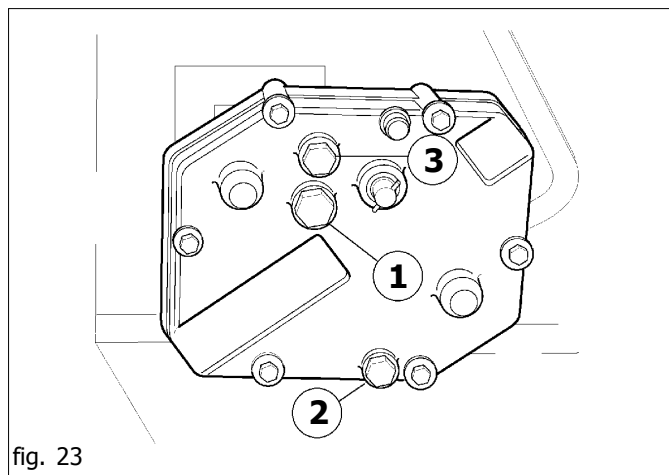

fig. 23
- Verificare il livello di olio nella scatola cambio, eventualmente ripristinarlo fino al livello (1 Fig. 23). Nell'eseguire il ripristino, è consigliabile usare lo stesso tipo di olio (ACER 22).
- tappo scarico olio, 2 Fig. 23;
- tappo carico olio, 3 Fig. 23.